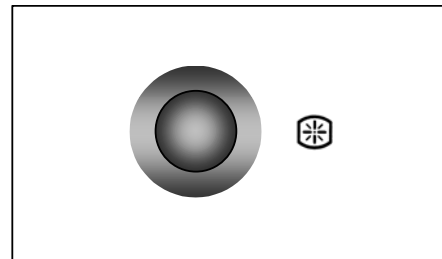

fig. 11
2. En même temps, appuyez sur le bouton d'allumage électronique (fig. 11) pour obtenir des étincelles. Maintenez le bouton enfoncé jusqu'à apparition de la flamme (une étincelle se produit environ toutes les secondes).